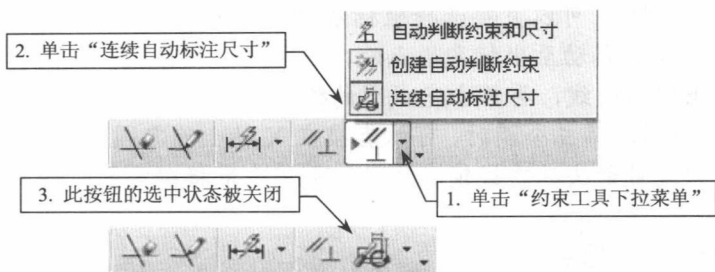

图 1-11 关闭连续自动标注尺寸的步骤
(6) 关闭自动标注尺寸。在“直接草图”工具条上,单击“约束工具下拉菜单”,再单击“连续自动标注尺寸”,将关闭自动标注模式。步骤如图 1-11 所示。